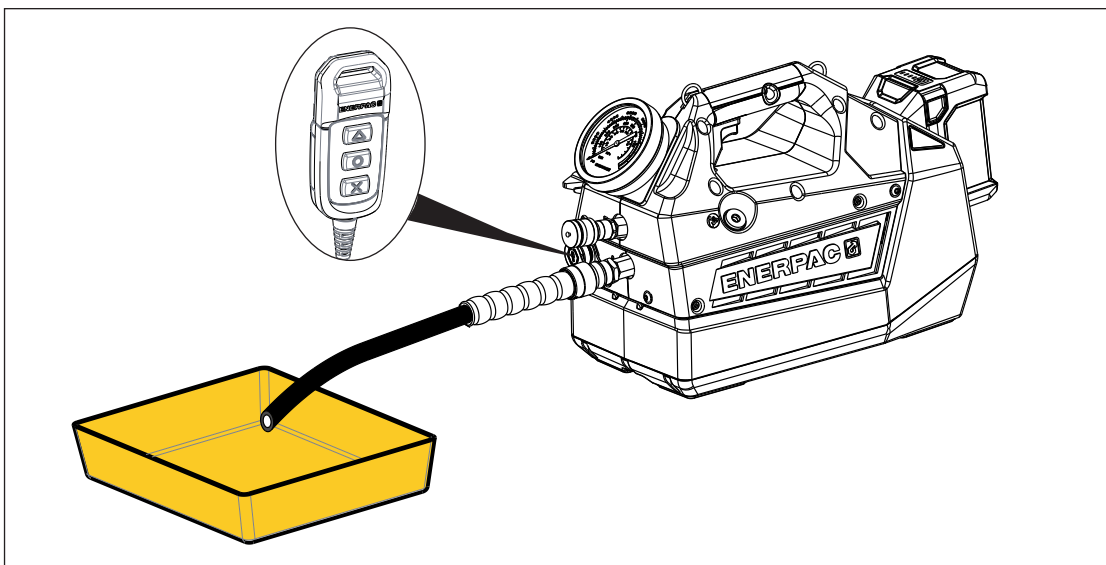

Abbildung 14: Hydrauliköltank ablassen
2. Pumpe auf einer sauberen Arbeitsfläche ablegen. Vergewissern Sie sich, dass sich der Netzschalter der Pumpe in Position OFF (O) befindet.
3. Schließen Sie einen Schlauch mit offenem Ende an Pumpenanschluss „A“ an. Geben Sie das offene Ende des Schlauches in eine geeignete Wanne oder einen geeigneten Behälter, die bzw. der groß genug ist, um das gesamte Altöl aufzunehmen. Siehe Abbildung 14.